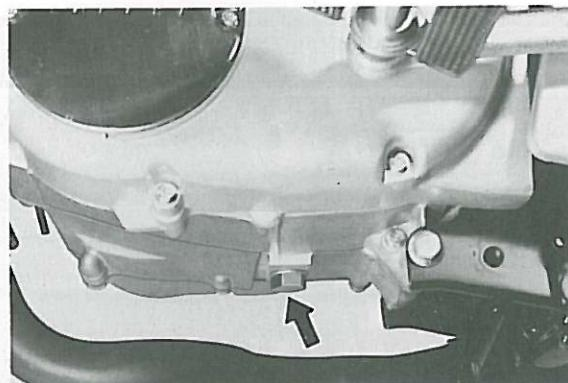

Fig. 2-3-13
- c. A drain plug is located on the bottom of the crankcase. (Fig. 2-3-13)
- c. Le bouchon de vidange se trouve sous le carter. (Fig. 2-3-13)
- c. An der Unterseite des Kurbelgehäuses ist eine Abläßschraube angebracht. (Fig. 2-3-13)